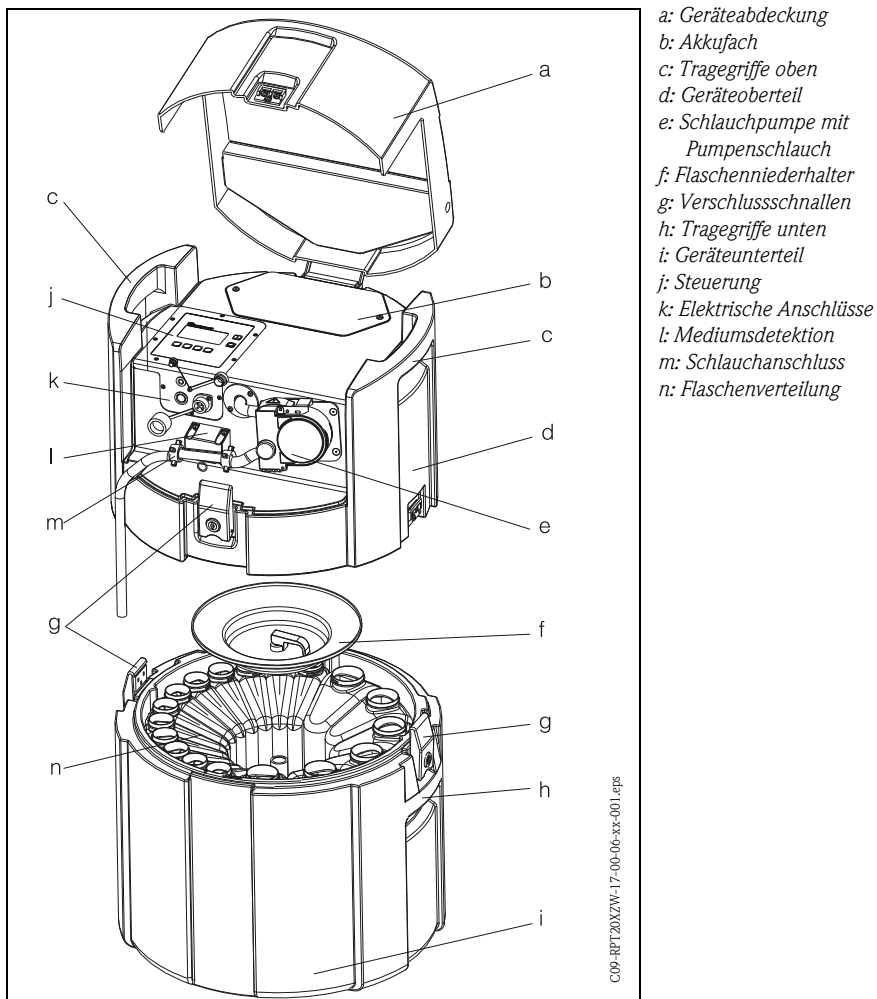

Abb. 2: Probenehmer Montageübersicht
1. Schrauben Sie die Abdeckplatte des Akkufachs (Abb. 2, Pos. b) auf.
5. Schrauben Sie nach erfolgtem Anschluss die Abdeckplatte (Abb. 2, Pos. b) auf das Akkufach wieder auf.
4. Schrauben Sie den Entnahmeschlauch an den Schlauchanschluss des Gerätes (s. Abb. 2, Pos. m).